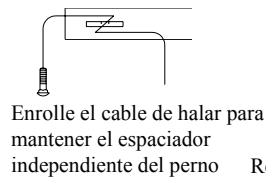

Figura 3
- Aplique el método de halar el alambre enrollado (ver Figura 3) para introducir los tornillos e instale el perno de carruaje y el bloque al cable de halar. Introduzca los tornillos delanteros en su lugar en ambos largueros con el orificio de acceso al final del larguero del bastidor. En el extremo exterior de ambos largueros hay una muesca amplia para facilitar este proceso. Introduzca los tornillos posteriores en su lugar usando el mismo método. Nota: Cerciórese de que el espaciador esté plano en los largueros y no en las tuercas de soldar existentes.
- Levante el sistema de escape (3) lugares atrás hacia su posición.